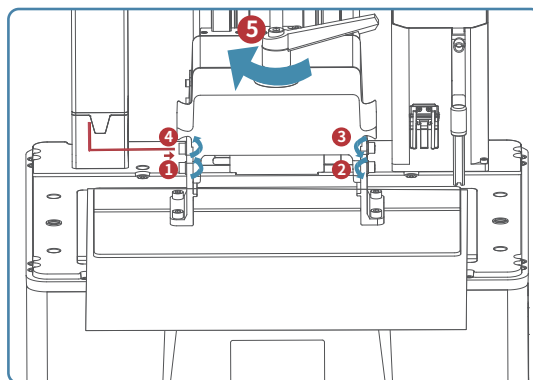

Abbildung 6
1. Ziehen Sie den Drehgriff **5** fest und lösen Sie dann die vier Befestigungsschrauben **1 3 4 2** der Druckplatte, bis sich die Platte frei bewegen lässt (siehe Abb. 6).